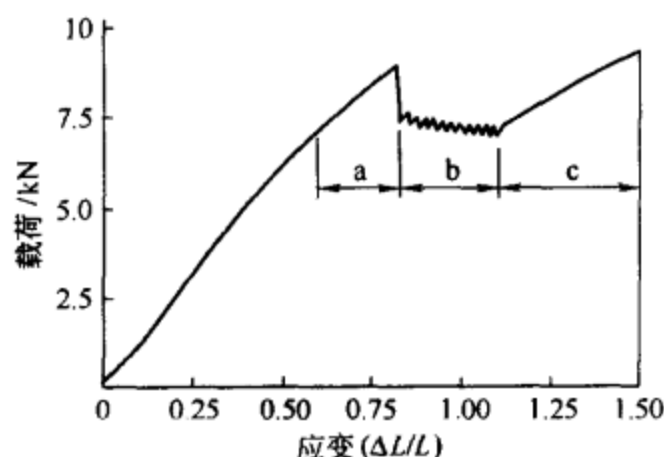

图 1 铜单晶在 4.2K 的拉伸曲线
1. 铜单晶在 4.2K 拉伸变形时，经历了三个阶段（见图 1），分别为 a ____，b ____ 和 c ____。